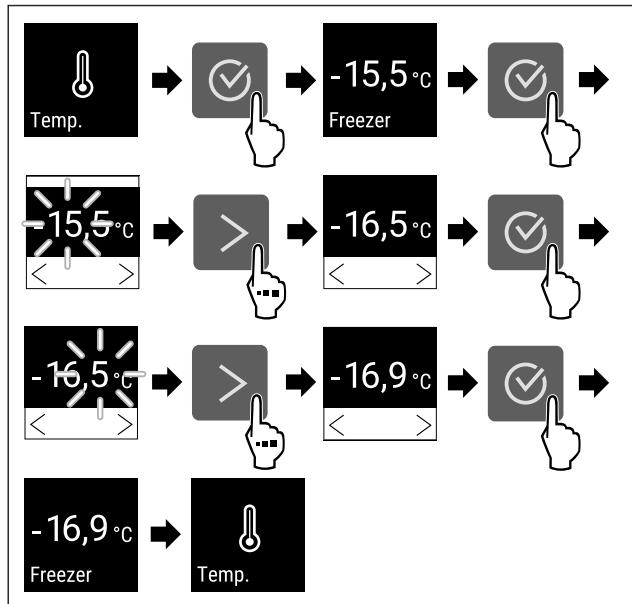

Fig. 66 Зміна температури від  $-15,5^{\circ}\text{C}$  до  $-16,9^{\circ}\text{C}$
- Провести етапи операцій (див. Fig. 66).